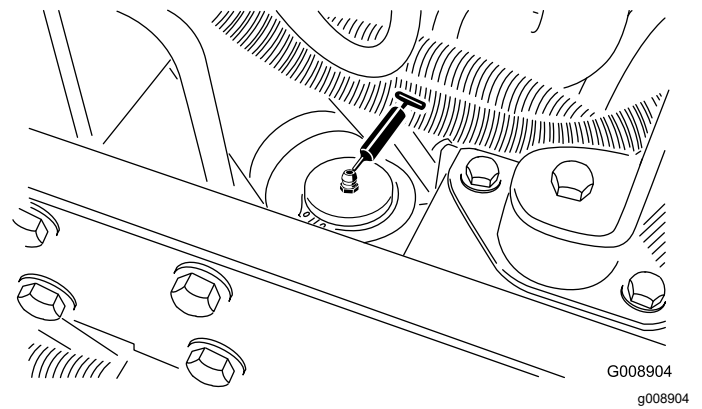

Figura 66
- Cilindro di sterzo (Figura 66)